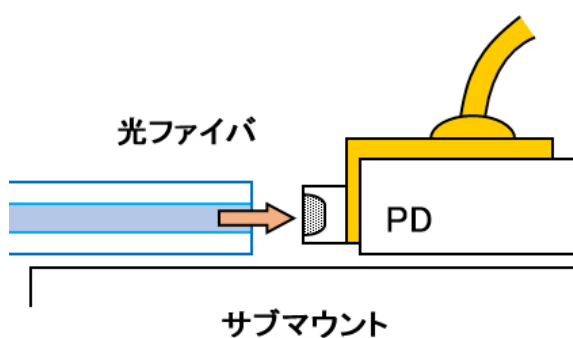

図 14 光電子部品模式図
光電子部品としては、光ファイバからの光信号を検知するフォトダイオード (PD) を配置するための電極パターン付きサブマウント構造の製作が求められる（図 14）。サブマウント表面から、これと垂直な側壁にわたって微細配線を設ける必要がある。